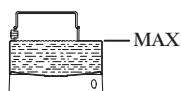

Fig. 4
- Open de koffiezetter door hem linksom te draaien, verwijder het trechterfilter en vul het keteltje met koud water tot circa 2/3 mm onder het veiligheidsventiel. (fig. 4)